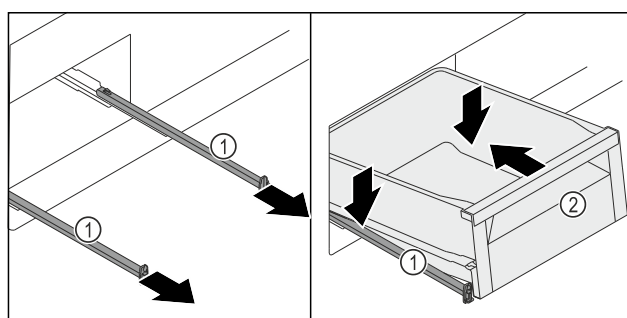

Fig. 129
- Schienen Fig. 129 (1) herausziehen.
- Schienen Fig. 129 (1) festhalten und Schubfach Fig. 129 (2) schräg von oben auf die Schienen Fig. 129 (1) aufsetzen.
- Schubfach Fig. 129 (2) auf die Schienen Fig. 129 (1) bis zum Anschlag nach hinten schieben.